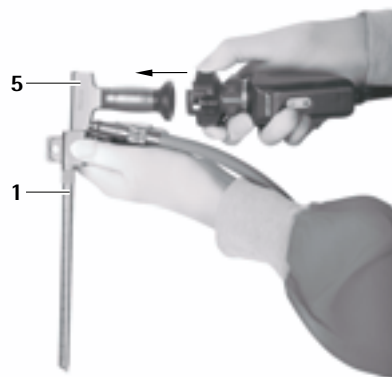

Rys. 2
- ▶ Zablokować endoskop **5** w trokarze MINOP inVent **1**, patrz Rys. 2.